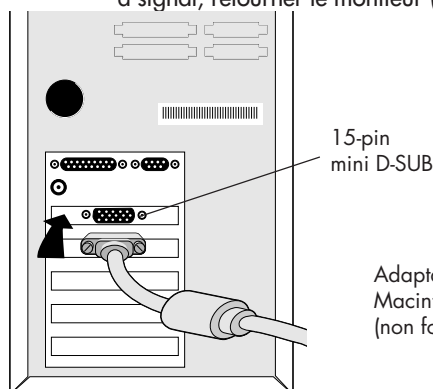

Figure A.1
2. PC : Branchez le mini-connecteur D-SUB à 15 broches du câble vidéo approprié dans le connecteur de la carte vidéo de votre ordinateur (**Figure A.1**). Serrez toutes les vis.